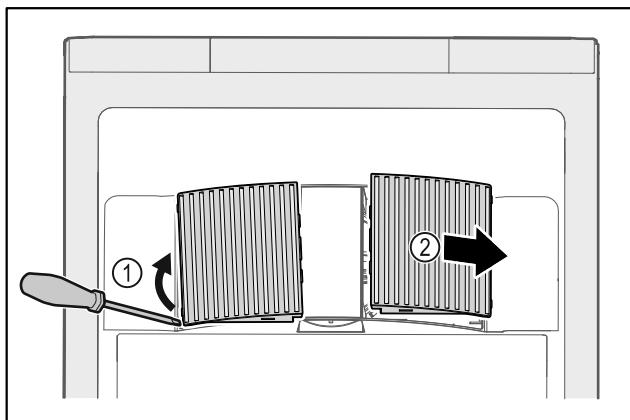

Fig. 47
- Izceliet uzmanīgi ventilatora pārsegus no sāniem Fig. 47 (1) un nonemiet uz priekšu Fig. 47 (2).